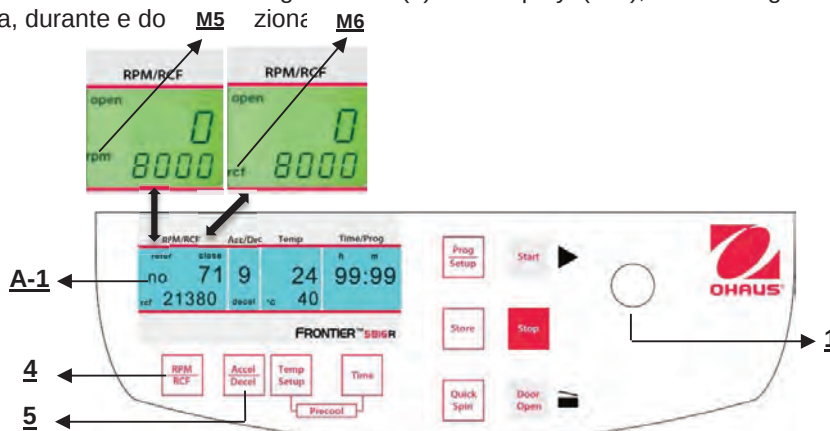

Figura 16
Questa preselezione è attivata mediante il tasto **"RPM | RCF"** (4) (fare riferimento alla figura 16 qui di seguito). Premendo una volta il tasto, la parola **"rpm"** (M5) lampeggia. Premendo due volte il tasto, è possibile selezionare la preselezione delle forze centrifughe. Poi compare la parola **"rcf"** (M6) lampeggiante. Si possono impostare i valori desiderati mediante la manopola di regolazione (1). Nel display (A-1), il valore regolato è visualizzato in permanenza, prima, durante e dopo la